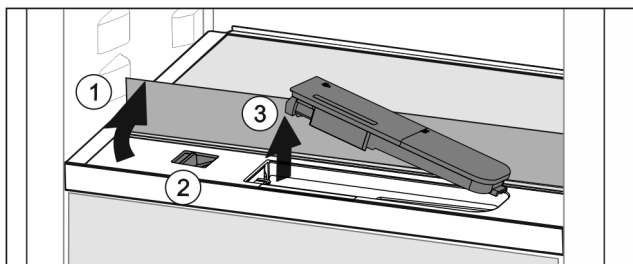

Fig. 147
- ▶ Skleněnou desku nadzvedněte a zaklapněte dozadu až na doraz Fig. 147 (1).
- ▶ Posuvník Fig. 147 (2) posuňte doleva.
- ▶ Vyměňte nádržku na vodu Fig. 147 (3).